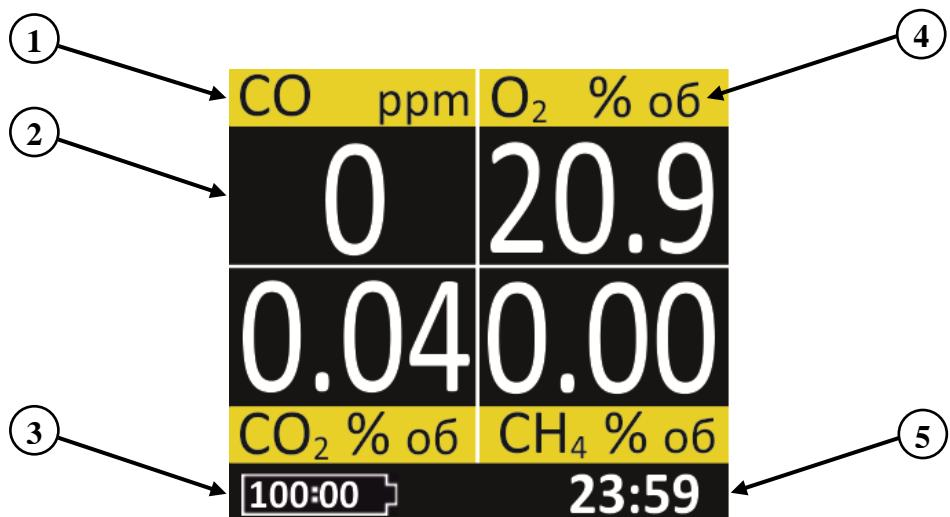

Рисунок 6. Дисплей в режиме измерения данных
- измеренные данные, заряд батареи и текущее время (рис.6).
На встроенным жидкокристаллическом дисплее отображаются следующие данные (рис.6):
В случае отсутствия измерительного канала, в зависимости от модификации прибора, поля 1, 2 и 4 (на рис.6) будут пустые для